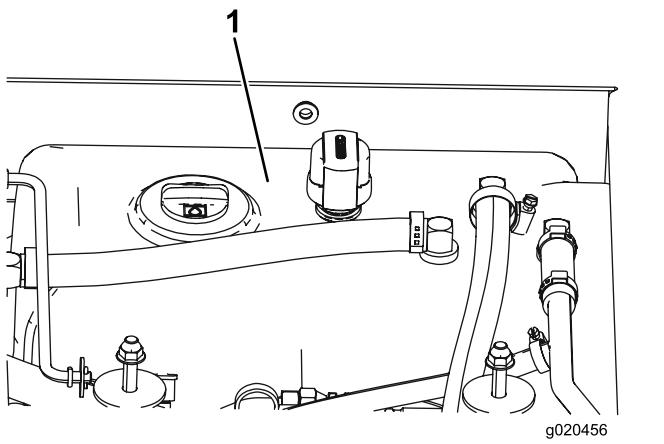

Рисунок 104
- Залейте гидравлическую жидкость в бак (Рисунок 104); см. Проверка гидравлической жидкости \(страница 81\).